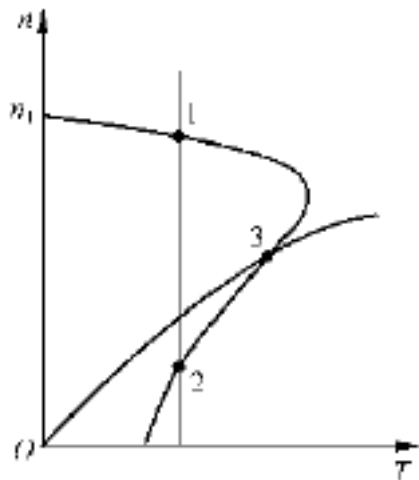

图 7.1
7.29 某三相异步电动机机械特性与反抗性恒转矩负载转矩特性相交于图 7.1 中的 1、2 两点，与通风机负载转矩特性相交于点 3。请回答 1、2、3 三点中哪点能稳定运行，哪点能长期稳定运行？